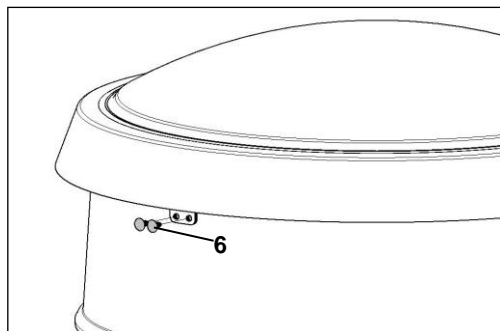

Bild 8: Montage Lichtkuppelnägel
Lichtkuppel über die Winkel mit den Lichtkuppelnägeln (6) befestigen (Bild 8) (bei der tandem-Variante 2x).